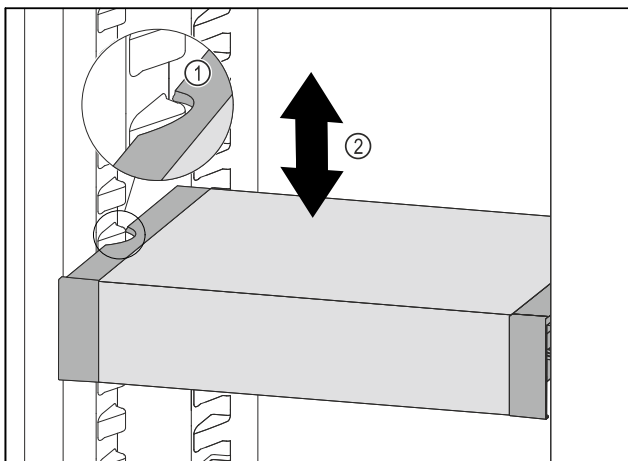

Fig. 103
- Tirare VarioSafe in avanti fino a quando le cavità laterali di VarioSafe non si trovano al livello della nervatura del contenitore nel vano frigorifero. Fig. 103 (1)
- Spostare VarioSafe verso l'alto o verso il basso nel vano frigorifero fino a raggiungere l'altezza desiderata. Fig. 103 (2)